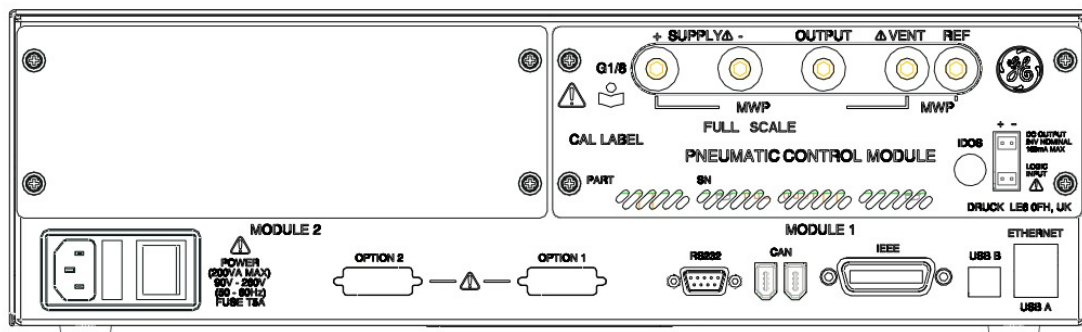

Figure 2-2 Vue arrière du module de pression
- Le module de pression nominale plus élevée est monté à la position Module 1 de droite, vue de l'arrière du produit (cf. Fig 2-2)